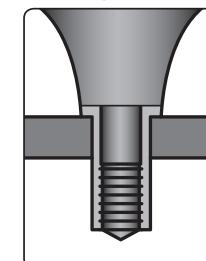

Fig. 5
- 5) Introduzca la tuerca de remache en el agujero de instalación (Fig. 5).